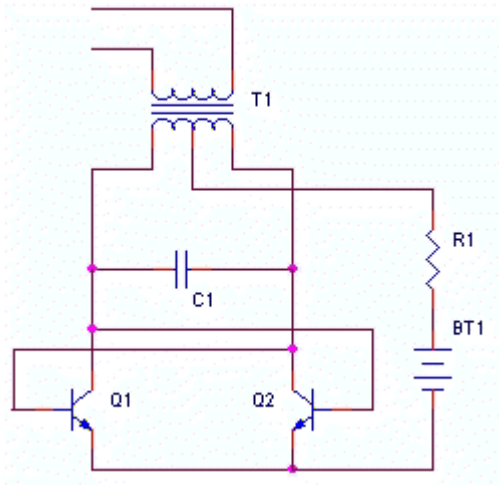

fig.3
Il est possible d'utiliser ce composant avec un circuit oscillant (LC) mais il est souhaitable de le symétriser (fig.3).